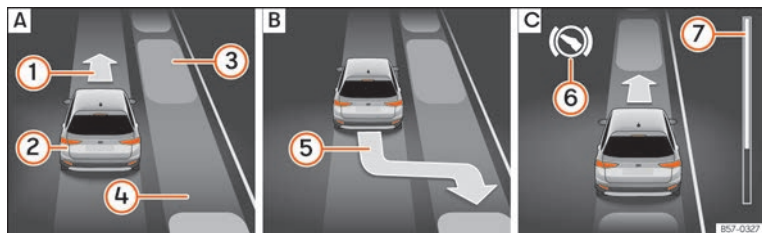
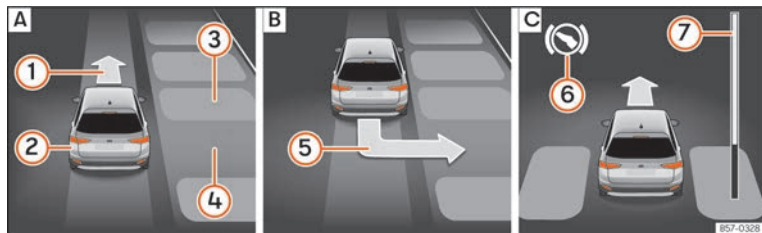

Abb. 250 Am Bildschirm des Kombi-Instruments: längs einparken. **[A]** Parklücke suchen. **[B]** Position zum Einparken. **[C]** Rangieren.
Abb. 251 Am Bildschirm des Kombi-Instruments: quer einparken. **[A]** Parklücke suchen. **[B]** Position zum Einparken. **[C]** Rangieren.
- Schauen Sie auf der Bildschirmanzeige im Kombi-Instrument, ob die Parklücke als „geeignet“ erkannt wurde und ob die korrekte Position zum Einparken »» **Abb. 250 [B]**
oder »» **Abb. 251 [B]** erreicht wurde. Die Parklücke wird als „geeignet“ betrachtet, wenn auf dem Bildschirm des Kombi-Instruments die Anzeige zum Einparken erscheint ⑤.
- Fahren Sie rückwärts, bis das Dauertonsignal des ParkPilot ertönt; **ODER:** fahren Sie zurück, bis auf dem Bildschirm des Kombi-Instruments die Anzeige für Vorwärtsfahren »» Abb. 250 [C] oder »» Abb. 251 [C] erscheint; **ODER:** fahren Sie zurück, bis am Bildschirm des Kombi-Instruments die Meldung **Park Assist beendet** erscheint. Die Fortschrittsanzeige ⑦ zeigt den zurückzulegenden Abstand an »» Seite 291.
- Fahren Sie vorwärts, bis das Dauertonsignal des ParkPilot ertönt; **ODER:** fahren Sie vorwärts, bis am Bildschirm des Kombi-Instruments die Anzeige zur Rückwärtsfahrt erscheint. Der Parklenkassistent lenkt das Fahrzeug vorwärts und rückwärts bis es in der Parklücke zentriert ist »» Abb. 250 [C] oder »» Abb. 251 [C].
»» Abb. 250 ⑦ und »» Abb. 251 ⑦ am Bildschirm des Kombi-Instruments zeigt symbolisch die noch zu fahrende relative Fahrstrecke an. Je länger die Distanz ist, desto größer ist der Füllstand des Fortschrittsbalkens. Bei Vorwärtsfahrt nimmt die Füllung des Fortschrittsbalkens nach oben ab und bei Rückwärtsfahrt nimmt die Füllung des Fortschrittsbalkens nach unten ab.